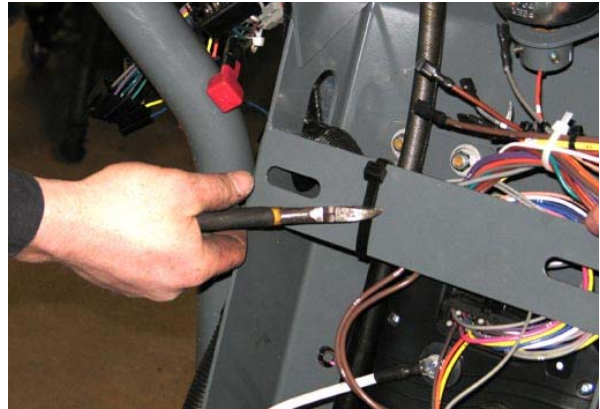

FIG. 23
25. Tagliare le fascette fermacavo da entrambi gli elementi trasversali del canale dello sterzo. (Fig. 23)